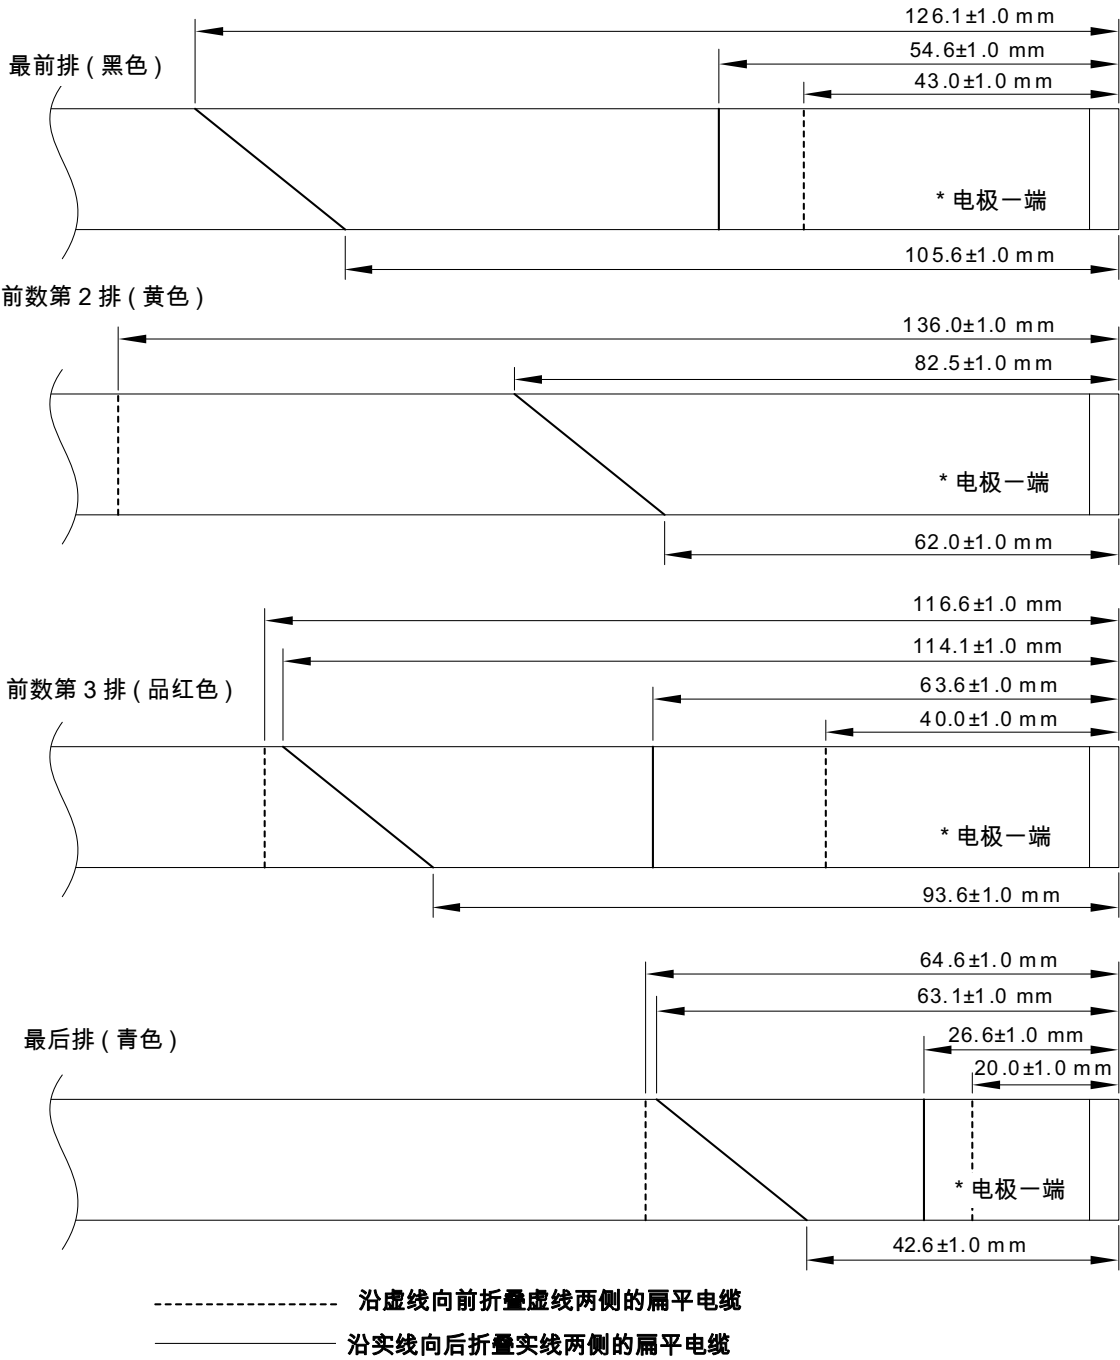

图 5-87
- LED 组件的扁平电缆的折叠部分因 LED 的颜色不同而不同。在安装 LED 组件前，务必按照下图和图 5-87 折叠好扁平电缆。